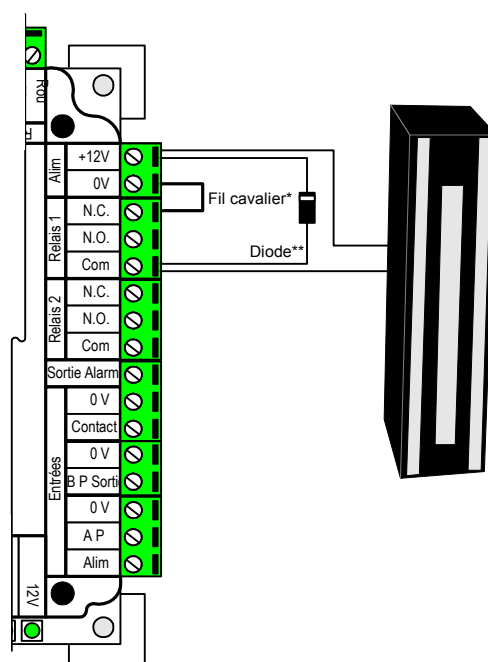

Figure 6.11
**** Cette diode est fournie dans le kit de montage. Référence : 1N4001 (pour serrures ne consommant pas plus de 1 A). Elle doit être montée dans le sens (polarité) indiqué sur la figure 6.11.**